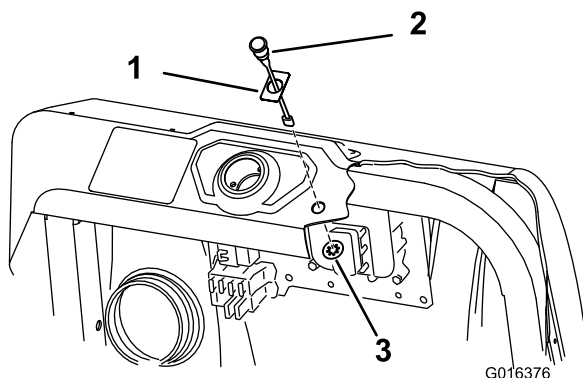

Figura 16
1. Applicate l'adesivo 94-8582 sopra il foro della spia nella plancia (Figura 16).
2. Montate la spia sulla plancia e fissatela da sotto con il dado in gabbia (Figura 16).